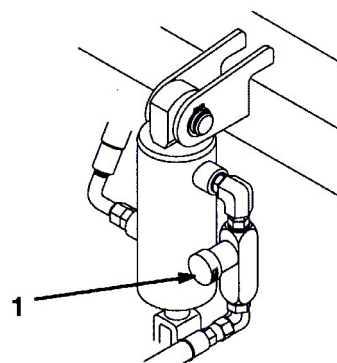

図53
本機のカッティングユニット昇降回路にはフローコントロールバルブ (図53) があります。このバルブは出荷時に約3回転の開度に調整されていますが、作動油温度、作業速度などにより調整が必要になる場合があります。以下の手順で調整します：
1. 調整バルブは運転席の下にある油圧シリンダに装着されている (図53)。